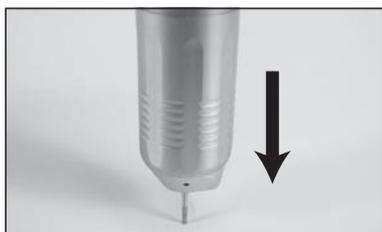
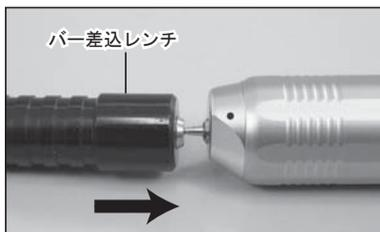

図1
図2
- プレストシリーズハンドピースのチャックは押し込み式ですので、図1のようにパーをセットして押し込んでください。先端の細いパーは付属の専用のパー差込レンチを用いて図2のように押し込んでください。